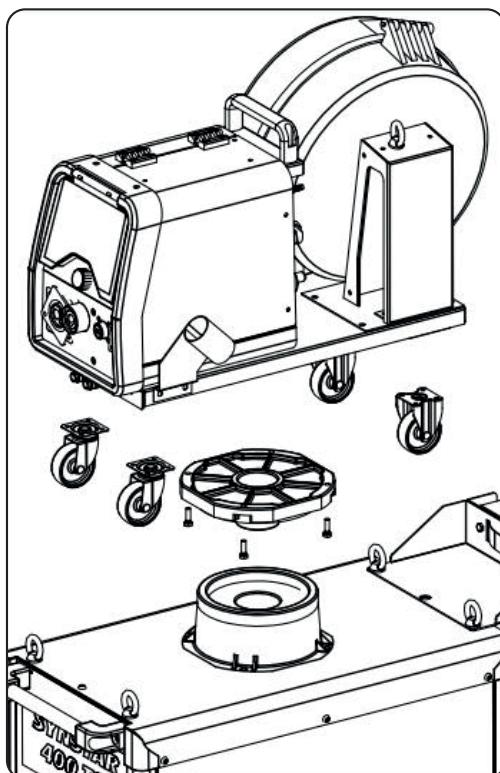

Fig. 2
- ♦ Monter le support mâle sur le dévidoir et le support femelle sur le générateur (voir fig. 2). Les petites roulettes doivent être montées à la base du dévidoir ainsi que sur le support de la torche (voir fig. 2). Le dévidoir assemblé doit être placé sur le support du générateur.